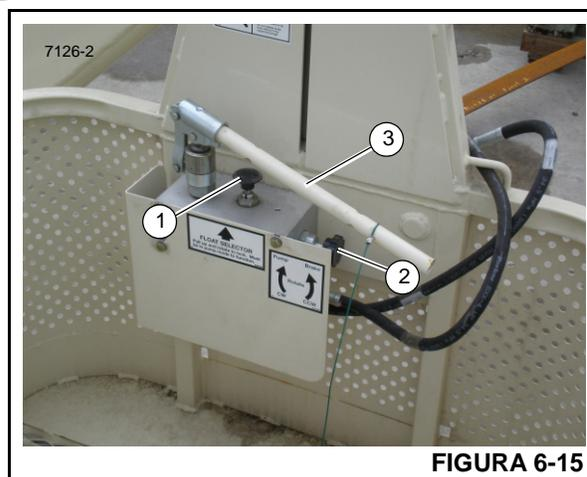

FIGURA 6-15
1. Se o garfo da plataforma for elevado acima do necessário durante a instalação, ele poderá ser abaixado puxando-se *LENTAMENTE* para cima o seletor do flutuador (1, Figura 6-15). Tenha cuidado ao abaixar o garfo dessa forma. Puxar o seletor do flutuador (1) muito para fora com rapidez fará com que o garfo seja abaixado muito rápido.
1. Verifique se o seletor do flutuador (1, Figura 6-15) está na posição elevada/para cima e o seletor do freio (2) está na posição de sentido horário (CW). Isso permite que a plataforma oscile livremente ao ser elevada até o local de trabalho.
2. Após a elevação da plataforma até a posição de trabalho, gire o seletor do freio (2, Figura 6-15) para a posição de sentido anti-horário para travar o freio.
Gire o seletor do freio (2, Figura 6-15) para a posição do freio em sentido anti-horário **imediatamente** após levantar o conjunto de garfo até a altura correta (etapa 2 acima). O seletor do freio deve estar na posição *TRAVADA* antes de continuar ou usar a plataforma durante a operação normal.
NOTA: A bomba manual da plataforma (3, Figura 6-15) não deve ser utilizada quando o guindaste estiver em operação. A bomba manual deve ser usada *somente* ao instalar o garfo na ponta da lança ou do jib.